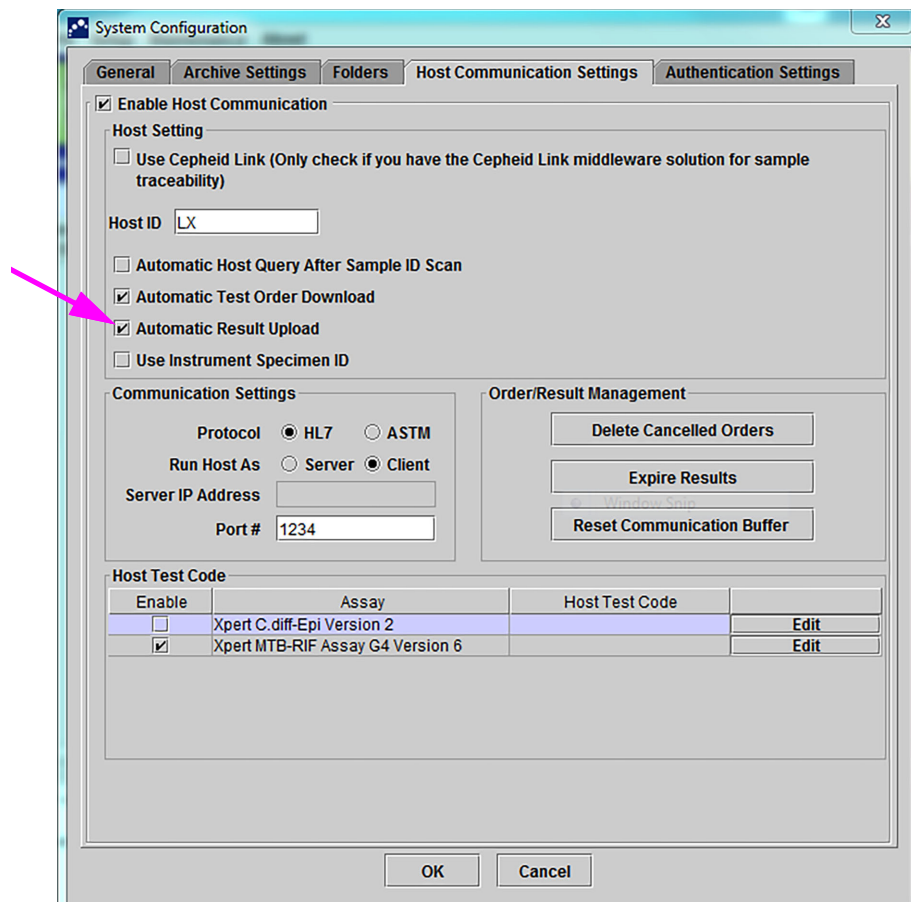

Figura 5-98. Încărcare automată a rezultatului
- În fila **Setări comunicare cu gazda (Host Communication Settings)** din caseta de dialog Configurare sistem (System Configuration), faceți clic pe caseta de selectare **Încărcare automată a rezultatelor (Automatic Result Upload)** pentru ca rezultatul să fie încărcat imediat după finalizarea testului. Consultați Figura 5-98.
1. În fila **Setări comunicare cu gazda (Host Communication Settings)** din caseta de dialog Configurare sistem (System Configuration), asigurați-vă că opțiunea **Încărcare automată a rezultatelor (Automatic Result Upload)** este deselectată sau dezactivată. Consultați Figura 5-98.